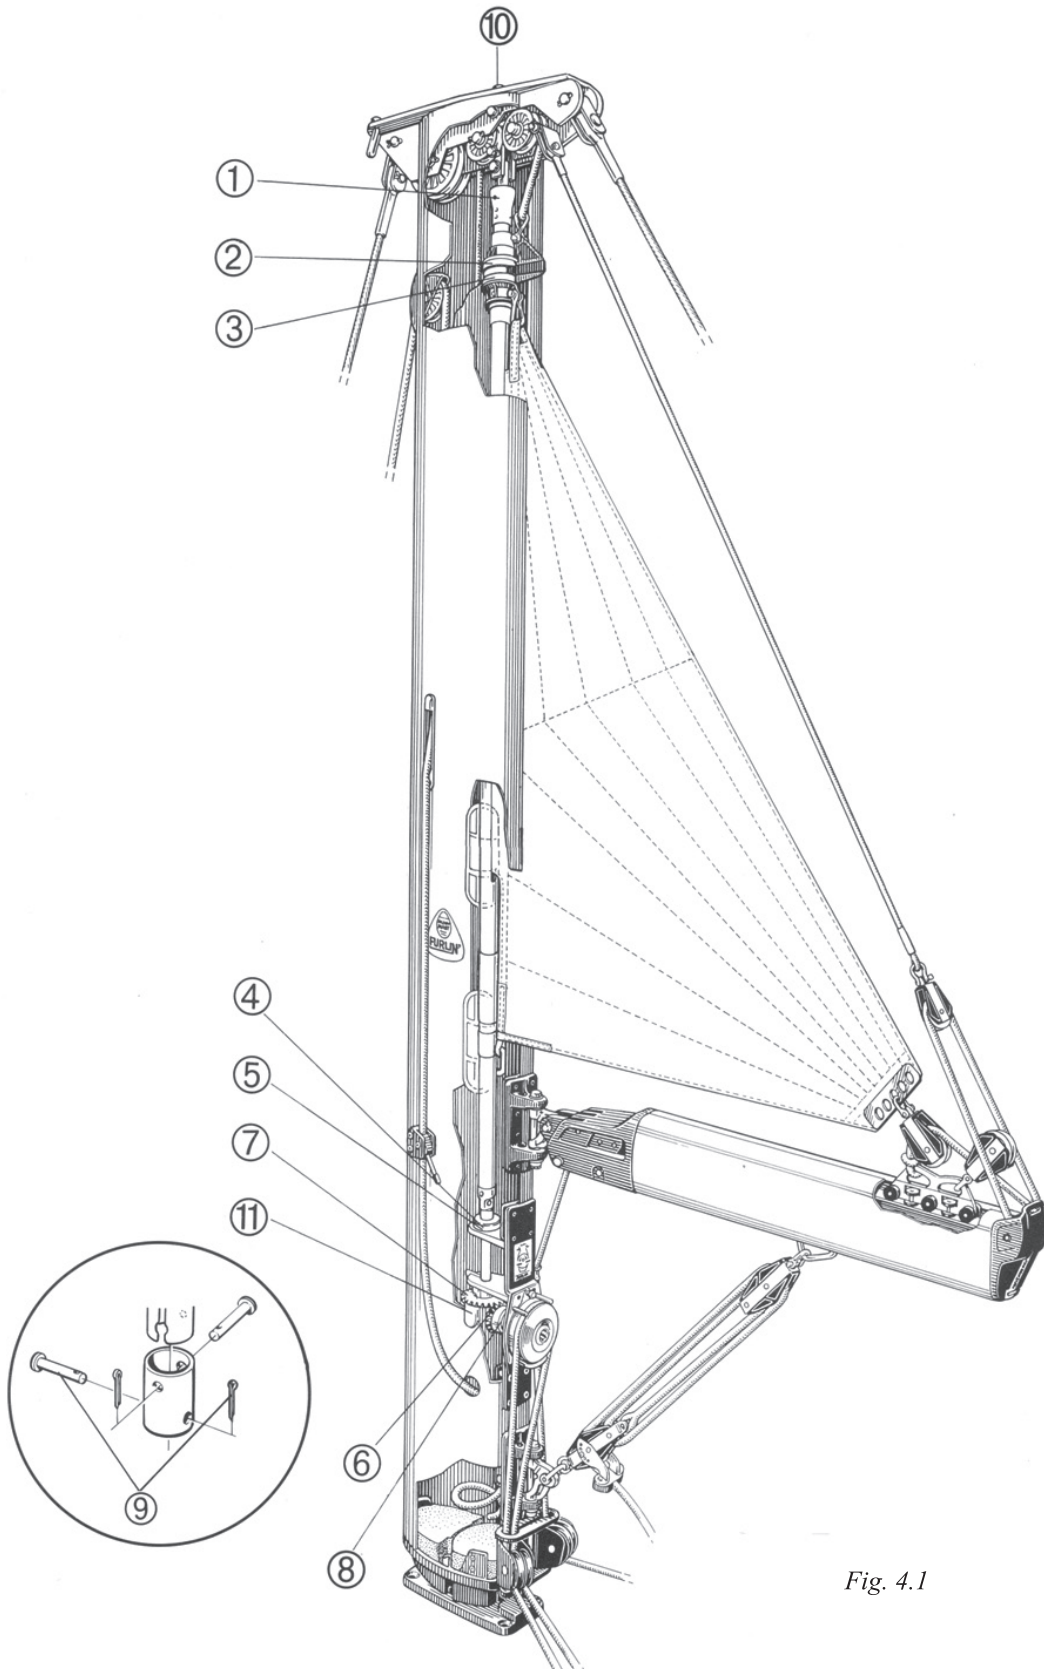

Fig. 4.1
6. Tag bort övre plastpluggen ④ enl.fig. 4.1. Lossa rullprofilens adapter från rullbeslaget genom detta hål. Undre saxpinne och riggnit ⑤ plockas bort.